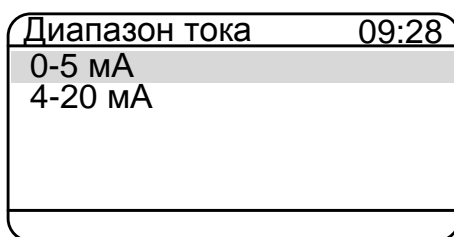

Рисунок 2.7
2.6.5.3.1 Выбор пункта «Диапазон тока» и нажатие кнопки  вызывает на дисплее прибора диалоговое окно *Диапазон тока* (см. рисунок 2.7), в котором пользователю предлагается выбрать значение типа выходного унифицированного токового сигнала поверяемого датчика давления.